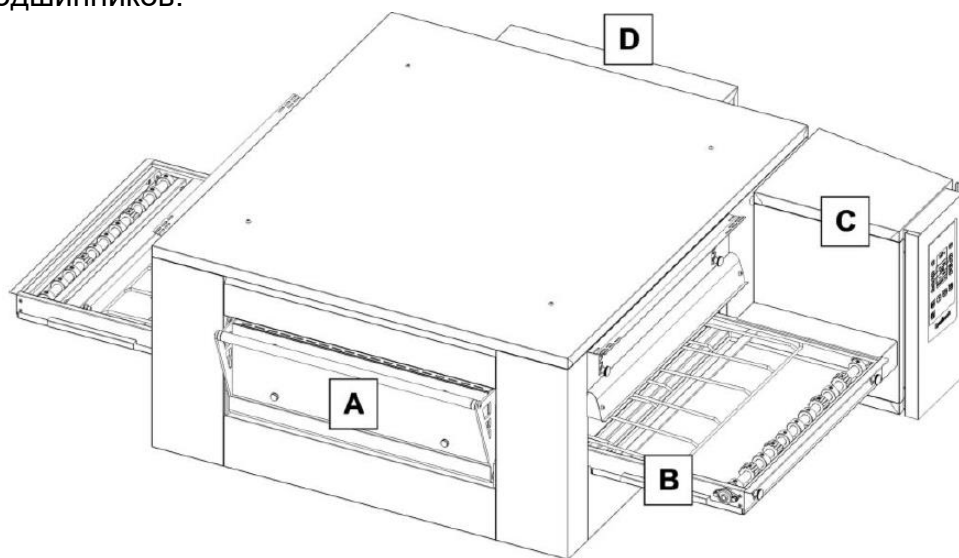

Рис. 4
Если печь оборудована дверцей (Рис. 4, зона А), проверьте, хорошо ли она открывается и закрывается.
Проверьте прочность, степень износа и вертикальность стойки (Рис. 4, зона В) и, при необходимости, отрегулируйте ее положение с помощью натяжителей, расположенных на входе в печь.
Пыль, мука и грязь могут скапливаться внутри панели управления (Рис. 4, зона С), в которой расположены электрические компоненты. В связи с этим рекомендуется осмотреть участок и очистить его с использованием вытяжного вентилятора и/или сжатого воздуха. Для очистки более сложных участков используйте мягкую щетку. Также проверьте следующее:
- проверьте состояние и очистите электродвигатели возле вентилятора (Рис.4 зона D);